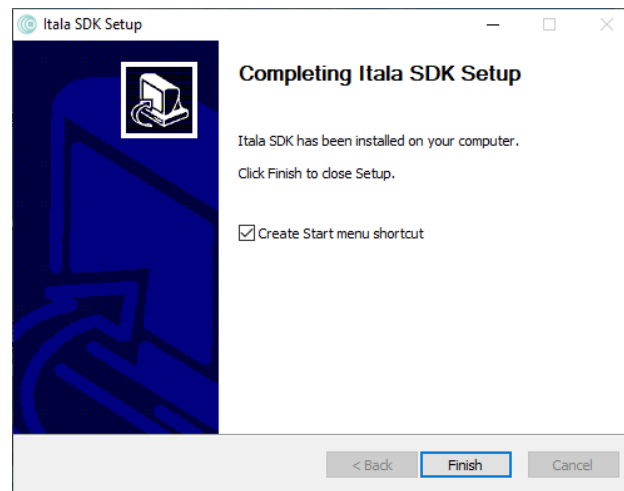

Figure 14: Itala SDK l'installazione è terminata con successo.
7. L'installazione di Itala SDK verrà eseguita automaticamente. La barra di avanzamento può essere monitorata per controllare lo stato dell'installazione. Al termine dell'installazione, verrà visualizzata una finestra di conferma (Fig. 14).